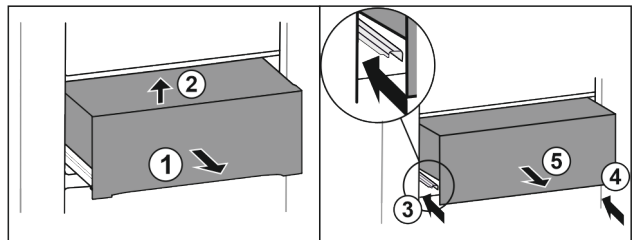

Fig. 38\*
- ▶ Вытяните выдвижной ящик наполовину Fig. 38 (1).\*
- ▶ Приподнимите спереди Fig. 38 (2).\*
- ▶ Вставьте левую направляющую Fig. 38 (3).\*
- ▶ Вставьте правую направляющую Fig. 38 (4).\*
- ▶ Извлеките выдвижной ящик движением вперед Fig. 38 (5).\*